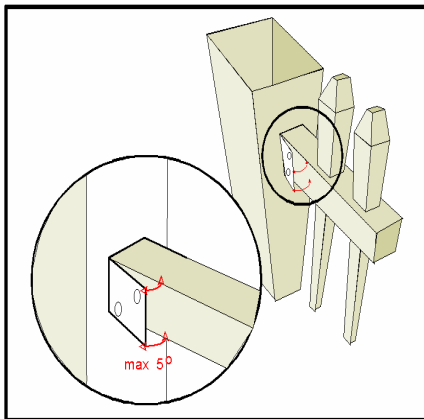

Rys.30
- Dolny uchwyt (B) należy zamocować na wysokości zapewniającej minimalny prześwit między sekcją ogrodzenia, a podłożem
- Czynność powtórzyć z łącznikiem górnym (C), w odległości (A) zgodnej z wymiarami przyjętymi uprzednio w trakcie montażu sekcji. Rys. 30